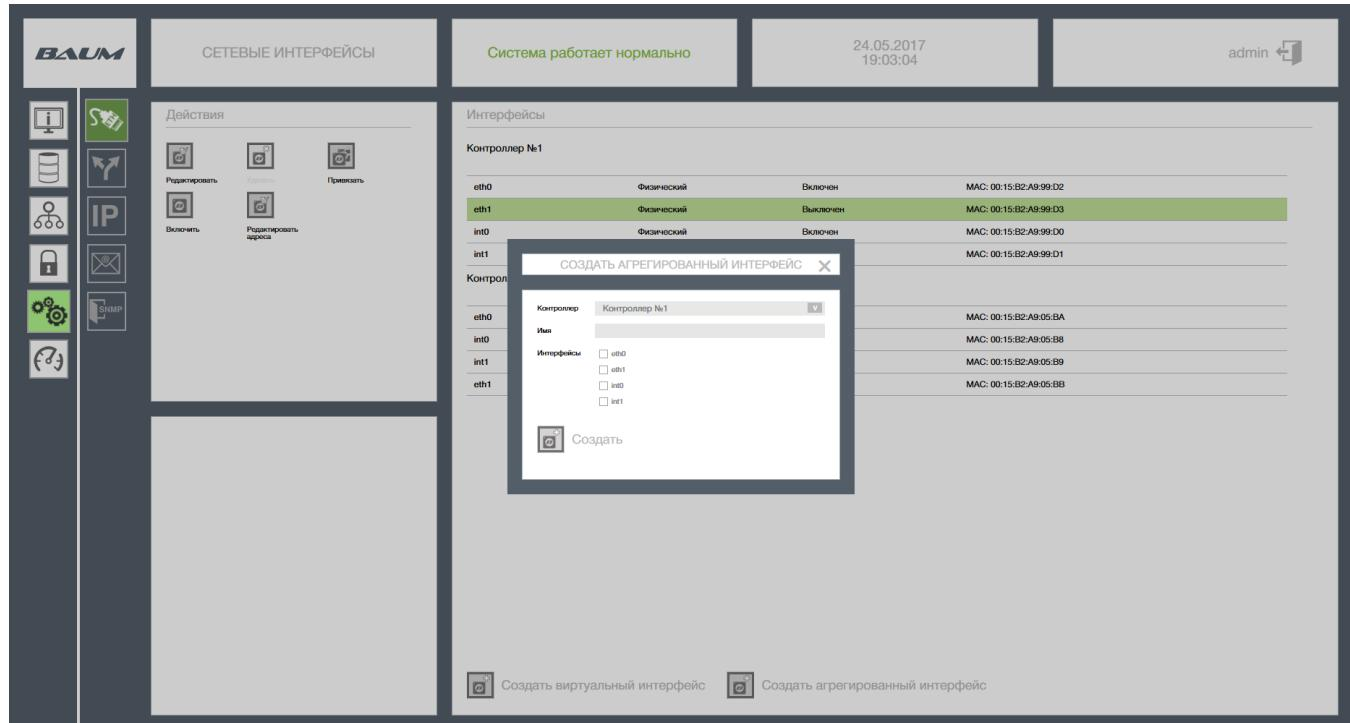

Рисунок 22 – Создание агрегированного канала
- 1) Перейти на вкладку «Настройки» → «Сетевые настройки» (см. Рисунок 22).